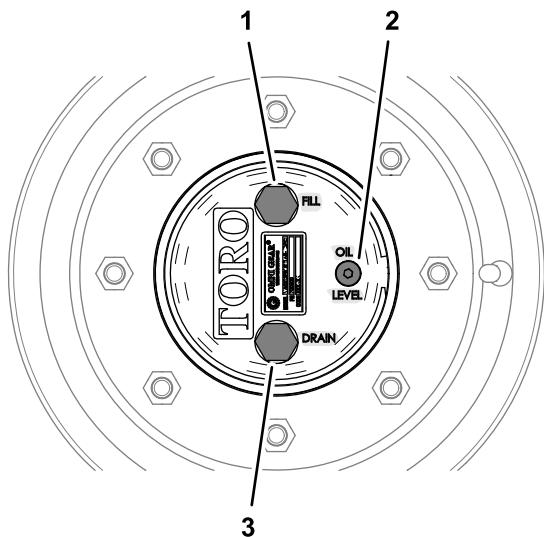

Figura 83
1. Con la macchina su una superficie pianeggiante, posizionate una ruota in modo che il tappo di riempimento si trovi nella posizione superiore (a ore 12) e il tappo di spurgo si trovi alla posizione inferiore (a ore 6) (Figura 83).
1. Con la macchina su una superficie pianeggiante, posizionate una ruota in modo che il tappo di riempimento si trovi nella posizione superiore (a ore 12) e il tappo di spurgo si trovi nella posizione inferiore (a ore 6); fate riferimento alla Figura 83 in Controllo del lubrificante per riduttori planetari \(pagina 69\).